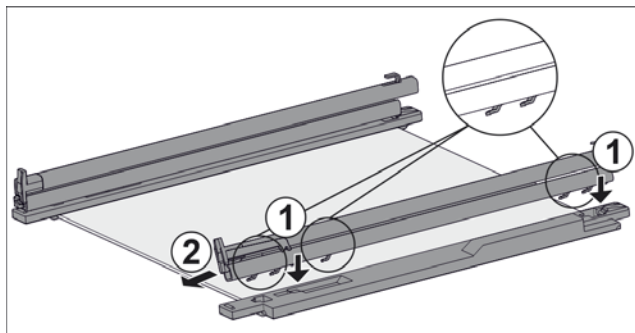

Fig. 57 Стекла́нная пласти́на с направля́ющими и крепе́жными эле́ментами
- ▶ Поместите крючки направляющей в отверстия **левого** крепежного элемента. Fig. 57 (1)
- ▶ Потяните направляющую вперед. Fig. 57 (2)
- ▶ Поместите крючки направляющей в отверстия **правого** крепежного элемента. Fig. 57 (1)